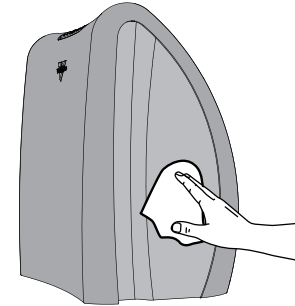

Abbildung 1
2. Mit einem weichen, feuchten Tuch abwischen. (Abbildung 1)